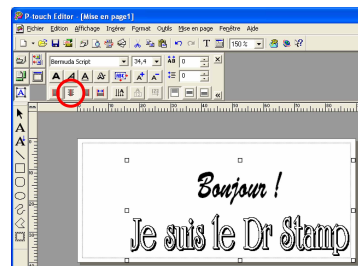

figure 11
- 3 Cliquez sur le bouton Centrer (voir la figure 11).